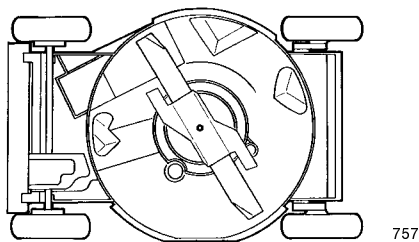

Figure 21
4. Basculer la tondeuse sur le côté gauche (Fig. 21).